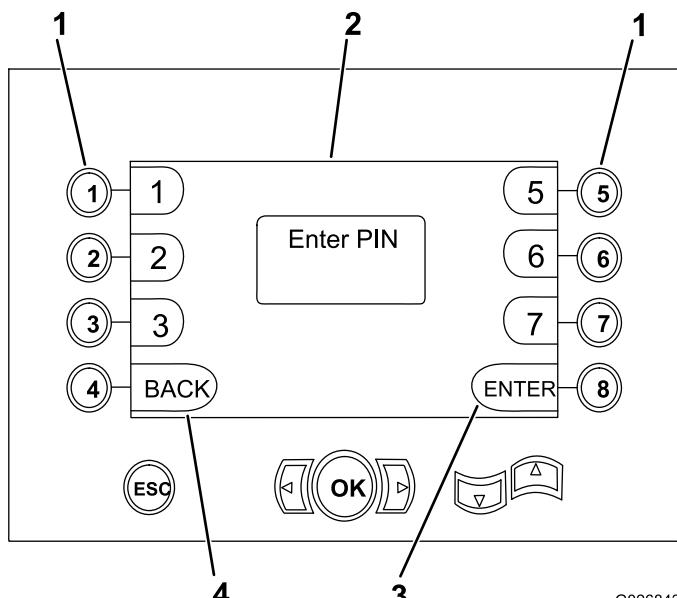

Figure 37
- Le bouton 1 entre le chiffre 1 (Figure 37)
- Le bouton 2 entre le chiffre 2 (Figure 37)
- Le bouton 3 entre le chiffre 3 (Figure 37)
- Le bouton 5 entre la lettre A (Figure 37)
- Le bouton 6 entre la lettre B (Figure 37)
- Le bouton 7 entre la lettre C (Figure 37)